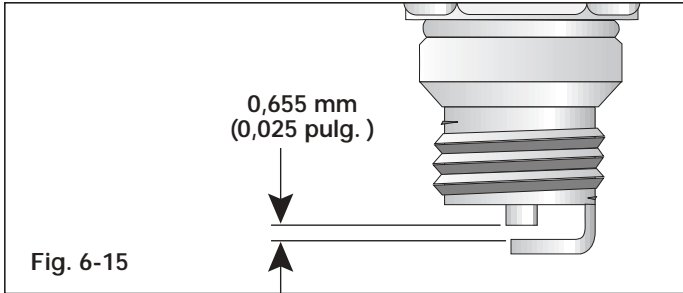

Fig. 6-15
3. Cambie las bujías que estén rajadas, sucias o deterioradas. Fije la separación de aire a 0,655 mm (0,025 pulgadas) utilizando un calibrador (Fig. 6-15).